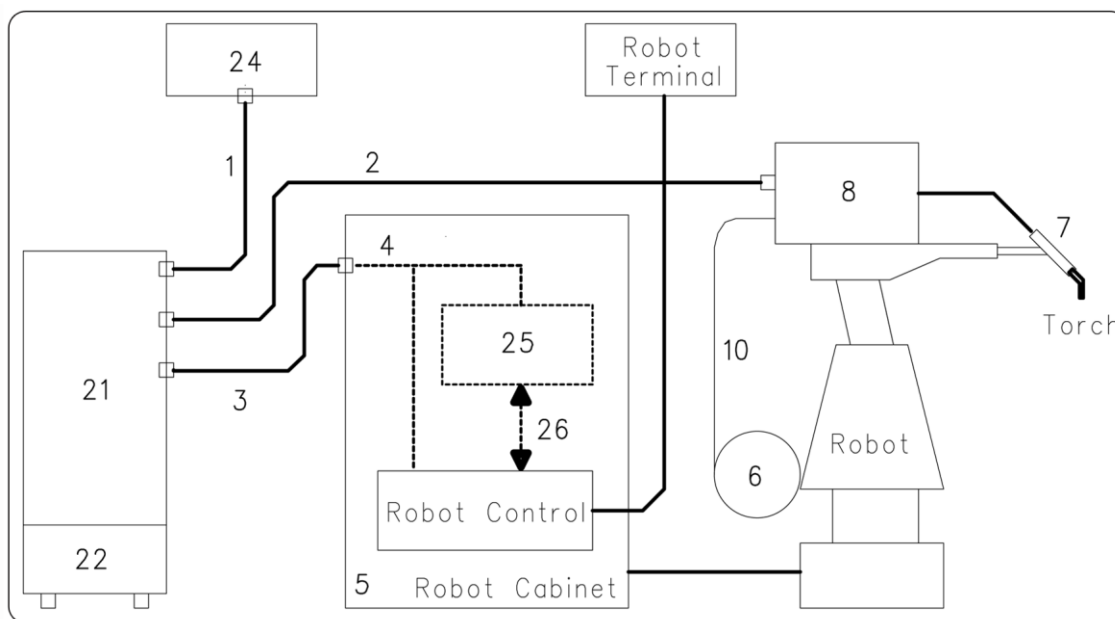

fig. 2
instalaciones de soldadura automatizadas. Está compuesto por un Generador, equipado eventualmente con un Grupo de Enfriamiento, un Carro Arrastrahilo, un Panel de Control y, si necesario, por una Interfaz Robot (ver fig. 2).
3.1 Puesta en marcha (fig. 2).